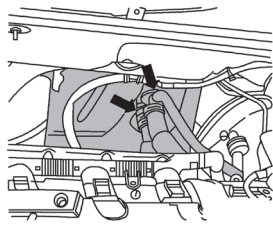

图 5-9 脱开冷却液软管
6) 使用直径最大为 40mm 的软管夹 3093 夹住至热交换器的冷却液软管，然后脱开连接热交换器的冷却液软管，如图 5-9 中箭头所示。